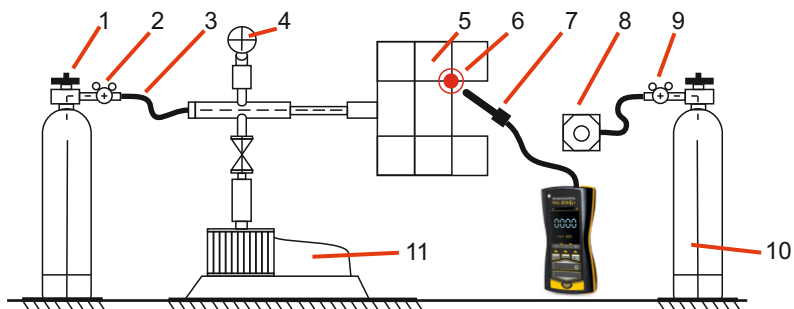

Рис. 5. Схема установки для контроля способом атмосферного шупа с помощью звуко-резонансного течеискателя:
5.2.2. Схема установки для контроля способом атмосферного шупа приведена на рис. 5